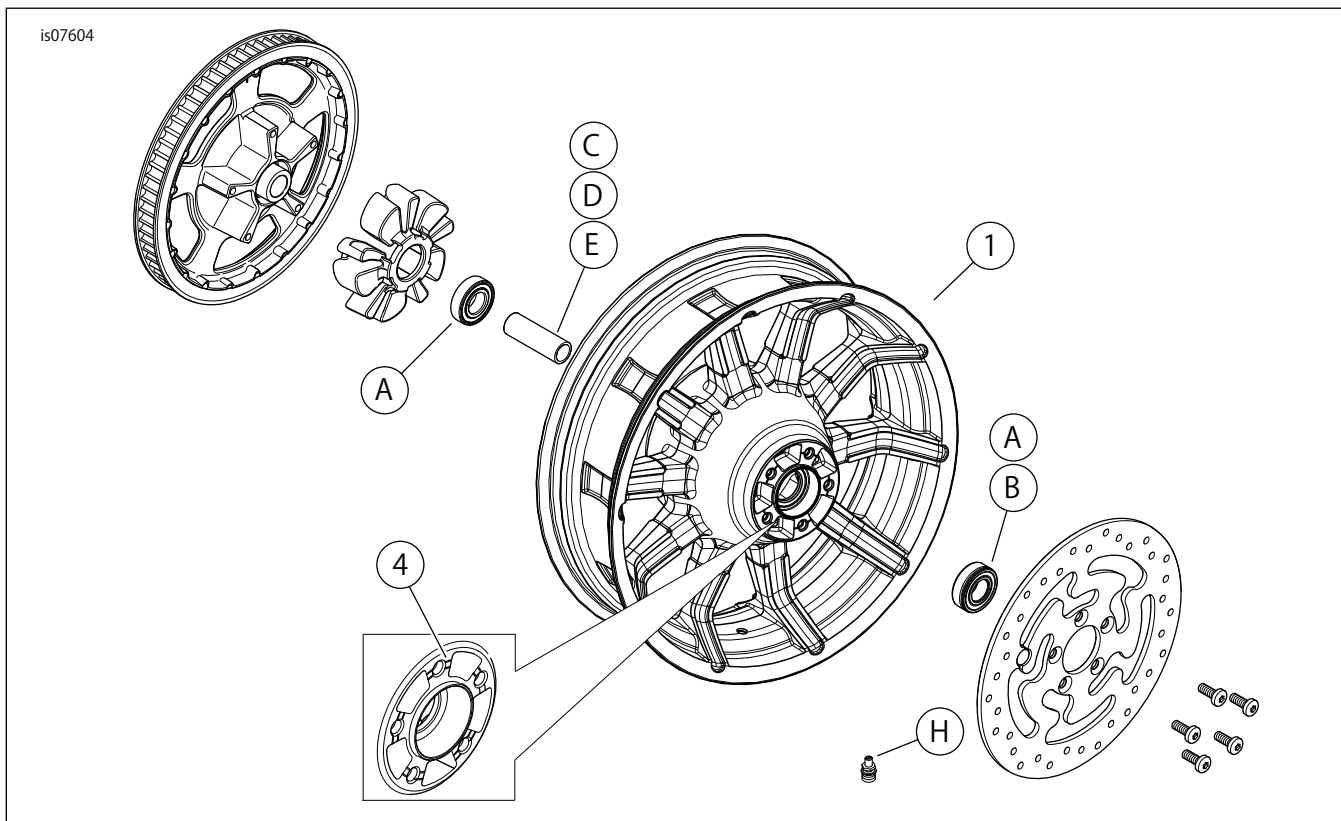

図1. 交換用パーツ: インペラーリアホイール
これらのキットには、カスタムホイールのみ付属します。「図1」および「表2」を参照してください。
2. 「図1」を参照してください。バルブシステムアッセンブリー(H)をホイールに取り付けます。サービスマニュアルの「タイヤ」を参照してください。